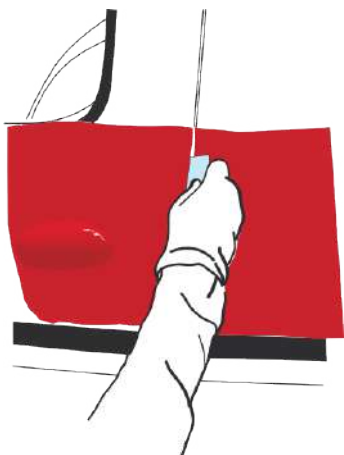

Abbildung 34
- › Beenden Sie die Arbeit, indem Sie mit der Rakel über den Zuschnitt fahren. Neigen Sie die Rakel in die Verlängerung des schmalen Randes (Abb. 34). Die Folie ist gut auf den Kanten, Rundungen, angrenzenden und gegenüberliegenden Seiten anzubringen.